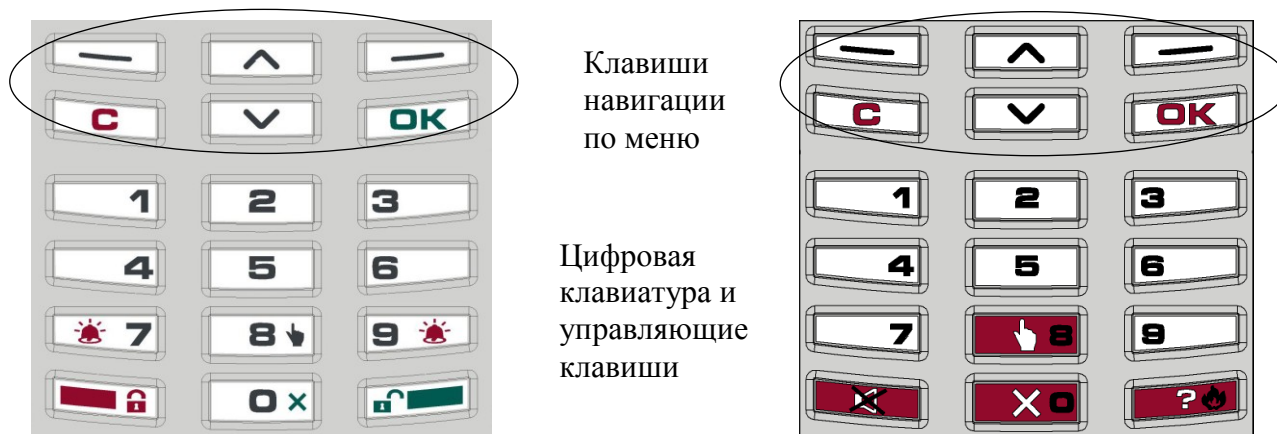

Рисунок 2
2.8.1.5 Пульты имеют клавиатуру управления (рисунок 2) в нижней части которой расположены клавиши с цифрами "1"- "9", "0", а также клавиши с символами "▲" (взять), "▼" (снять), "X" (сбросить) и др.